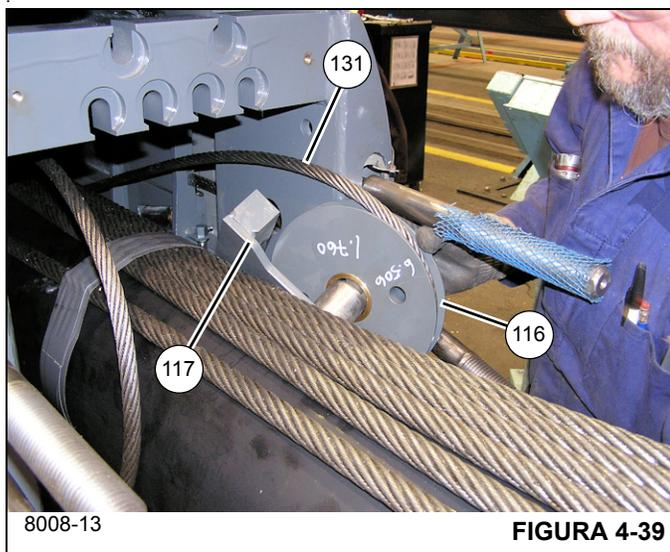

FIGURA 4-39
46. Instale o conjunto da polia (116) e três arruelas de encosto (115) no eixo da solda de montagem da polia (117), assegurando-se de que uma arruela de encosto esteja instalada entre a solda de montagem da polia e o conjunto da polia (execute esta etapa duas vezes).
47. Instale o conjunto soldado de montagem da polia/conjunto da polia (116/117) na parte traseira do telescópio 3 (4), assegurando-se de que o cabo de retração do telescópio 4 (131) se enrole em torno do conjunto da polia (116); monte o conjunto soldado de montagem da polia (117) no interior do telescópio 3 (4) usando os quatro parafusos (119) e arruelas lisas (118) (lados esquerdo e direito) (consulte a Figura 4-39).